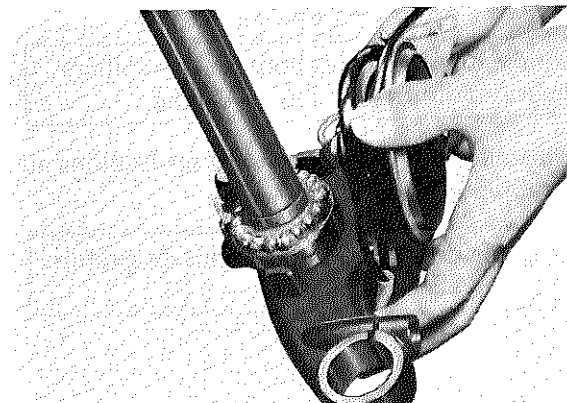

Fig. 5-7-10
2. Grease the lower ball race of the bottom assembly and arrange the balls around it. Then apply more grease. (Fig. 5-7-10)
2. Garnir de graisse la cuvette inférieure du roulement situé en bas, et disposer les billes sur son pourtour. Ensuite, ajouter de la graisse sur les billes (Fig. 5-7-10).
2. Unteren Laufring des unteren Lagers einfetten und die Kugeln auflegen. Danach nochmals Schmierfett auftragen. (Fig. 5-7-10)